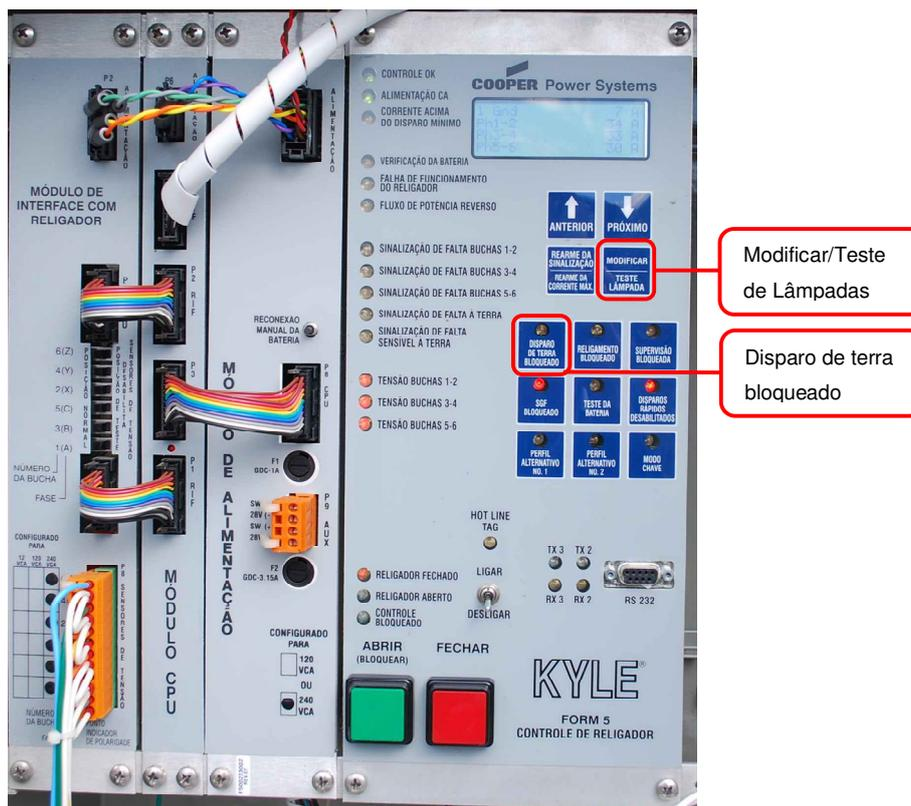

Figura 6 – Religador com controle F5.
4.6.1. Bloqueio da Proteção de Terra (Vide Figura 6)
4.6.2. Desbloqueio da Proteção de Terra (Vide Figura 6)